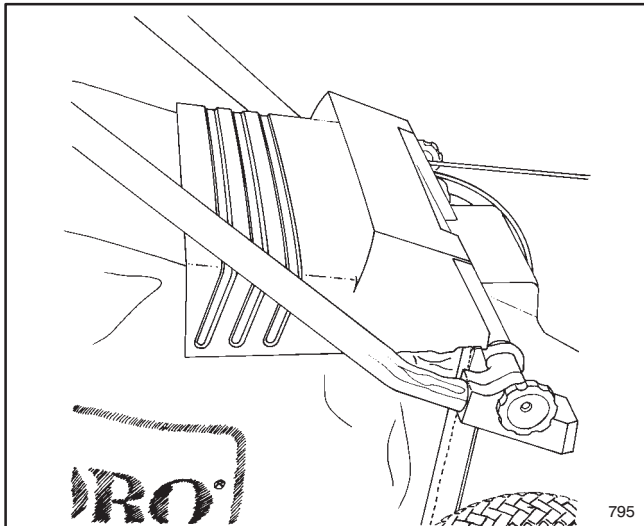

Figure 7
2. Laisser le volet d'éjection reposer sur le dessus du sac (Fig. 7).